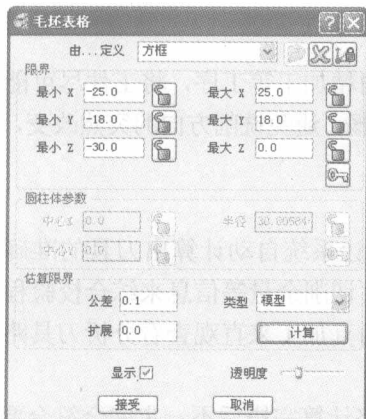
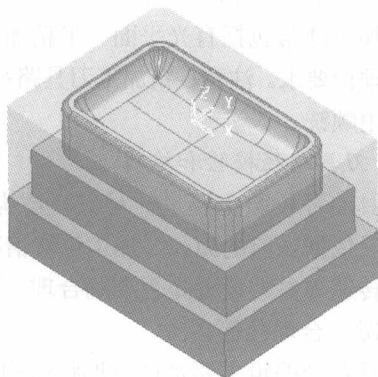

图 1-24 “毛坯表格”对话框
图 1-25 定义毛坯之后的模型
1) 在主工具栏中单击“毛坯”按钮,打开如图 1-24 所示的“毛坯表格”对话框,接着在对话框中单击“计算”按钮,勾选“显示”复选框,再单击“接受”按钮,毛坯定义完毕,如图 1-25 所示。